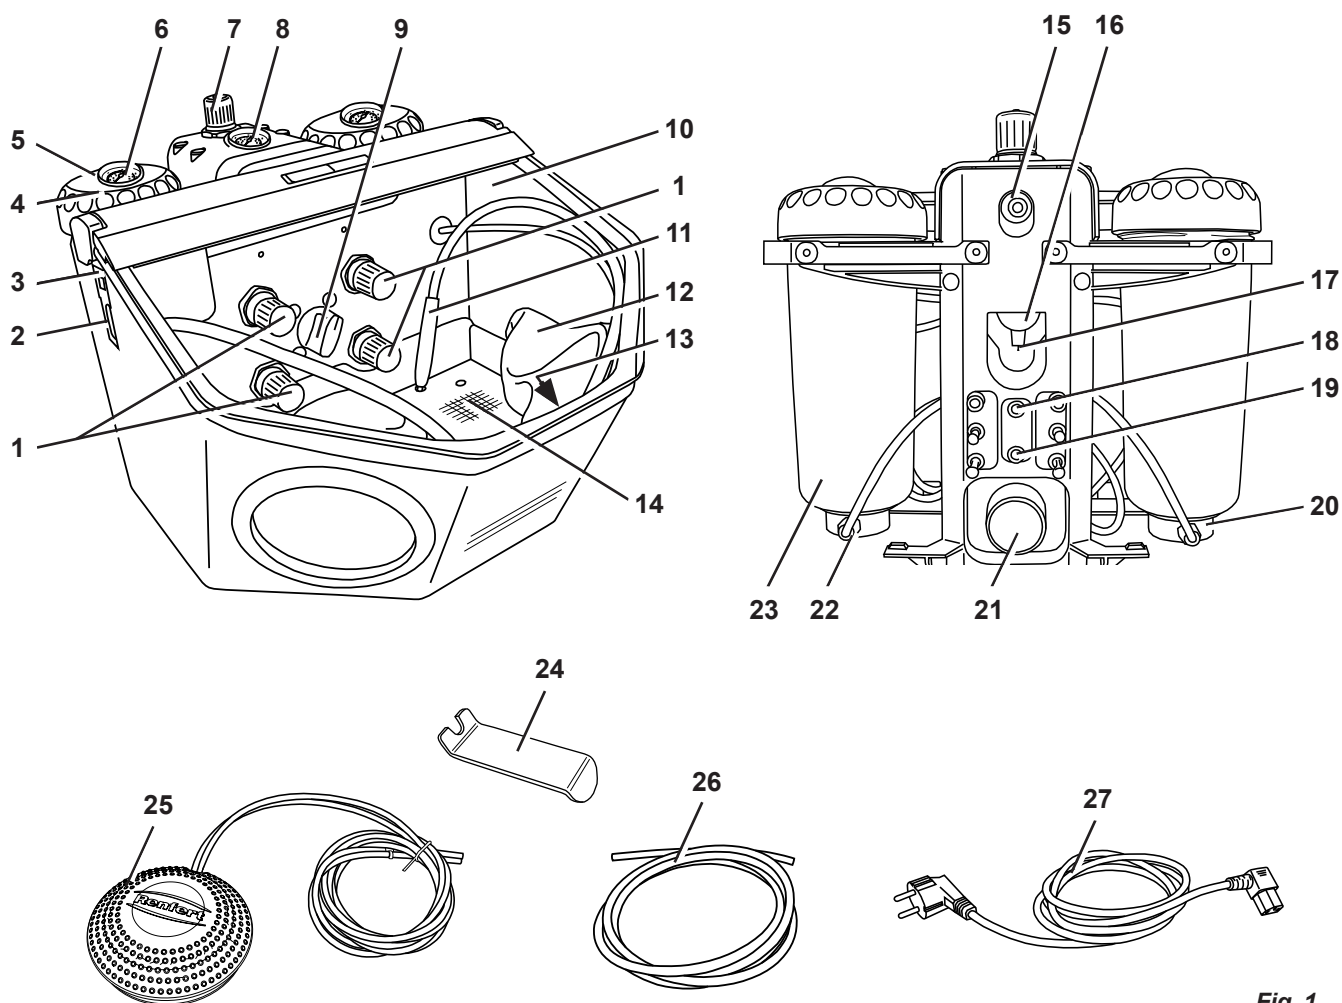

Fig. 1
- ⇒ Innestare il tubo dell'aria compressa (26) nell'apposito raccordo (15) fino alla battuta. Nel far ciò è necessario superare una percepibile leggera resistenza.
- ⇒ Verificare che la pressione di alimentazione sia nel campo di valori richiesto (vedi dati tecnici). Il valore è indicato sul manometro (8, Fig. 1).